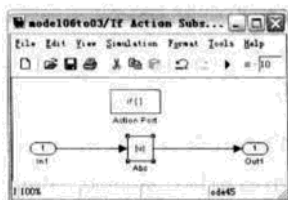
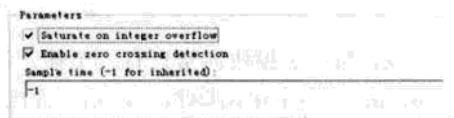

图 6.17 If Action Subsystem 子系统
图 6.18 Abs 模块参数设置
- 双击 If Action Subsystem 模块, 在弹出子系统模型窗口中添加绝对值(Abs)模块, 如图 6.17 所示。双击子系统内的 Abs 模块, 对话框设定如图 6.18 所示, 两个选